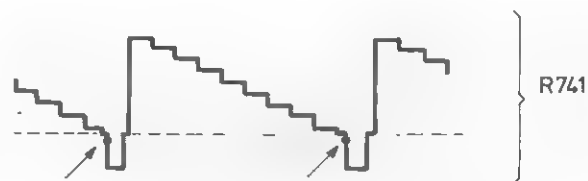

Fig. 8
- Daar, waar de oorspronkelijke sync. impuls wordt afgesneden, en de nieuwe toegevoegd, ontstaat een verdikking in de negatief gaande flank van de sync. impuls (zie ook fig. 8).